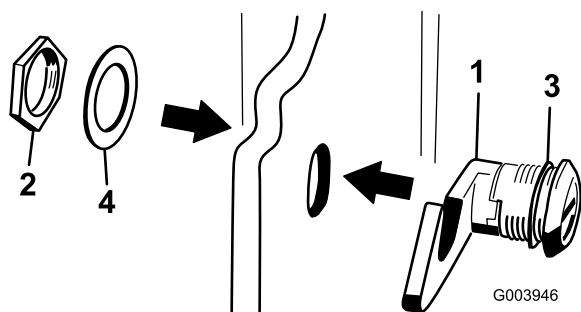

Bild 5
3. Nehmen Sie die Mutter vom Motorhaubenriegel ab (Bild 5).
4. Setzen Sie das Hakenende des Riegels von außen durch das Loch in der Motorhaube; stellen Sie sicher, dass die Gummidichtungsscheibe an der Außenseite der Motorhaube bleibt (Bild 5).